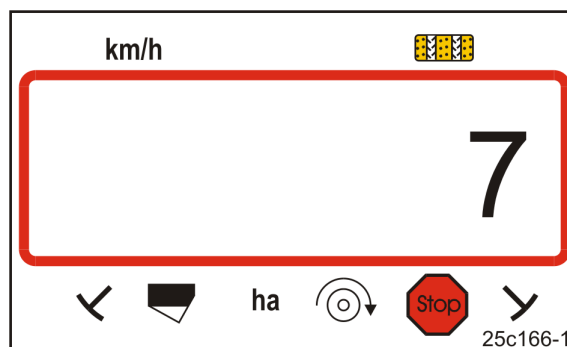

Fig. 18
- Visning: Gemt køresporsrytme, f.eks. 7 (Fig. 18).